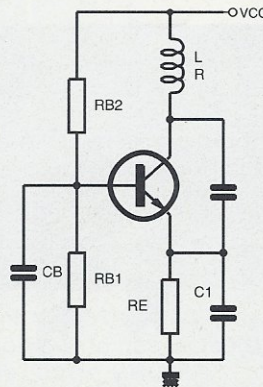

Figure 3
c) C'est en effectuant cette dernière manœuvre que l'on obtient le montage dit «COLPITTS» dont le schéma concret (à l'aide du transistor bipolaire conventionnel) est donné figure 3 et où R_{b1} ,